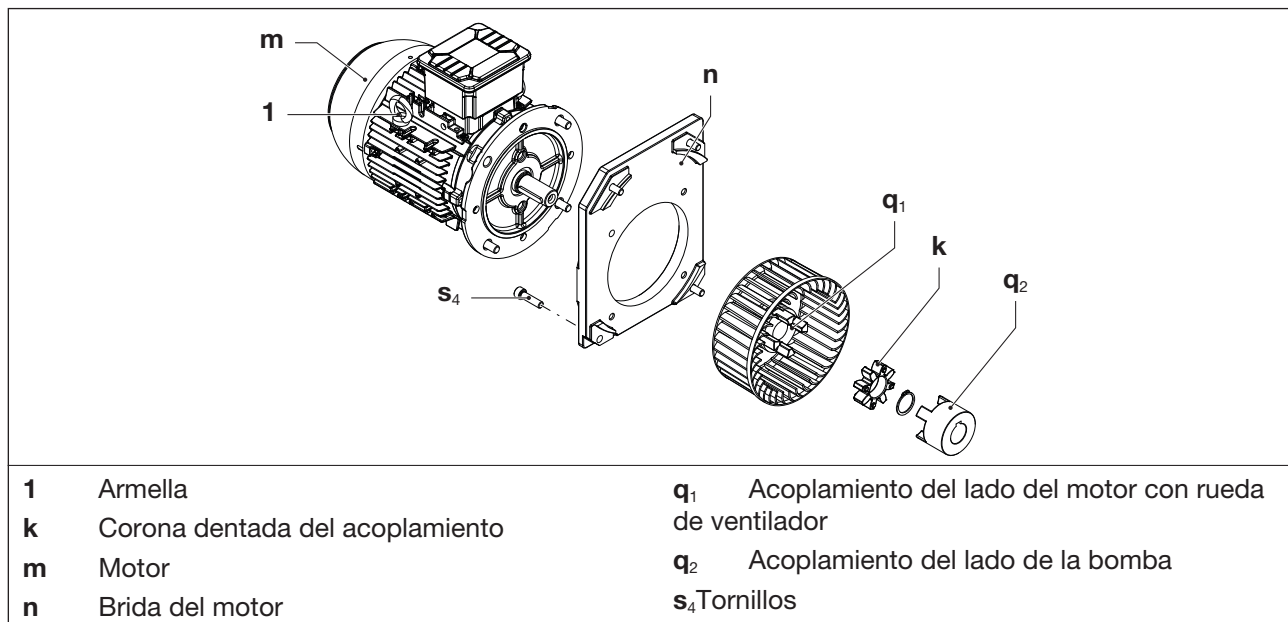

Fig. 9 Acoplamiento
La corona dentada del acoplamiento (Fig. 9/k) se desgasta. Recomendamos revisarla con regularidad (una vez al año).
- Apretar bien la armella (Fig. 9/1) en el motor (Fig. 9/m).
- d) Aflojar los tornillos (Fig. 9/s₄) en la brida del motor (Fig. 9/n).
- e) Extraer axialmente la brida del motor (Fig. 9/n) con el motor y su parte del acoplamiento (Fig. 9/q₁) y suspenderlo mediante el equipo de elevación.
- f) Comprobar la corona dentada (Fig. 9/k) en busca de daños y desgaste y, dado el caso, cambiarla.
- g) Comprobar asimismo si la rueda del ventilador del acoplamiento del lado del motor (Fig. 9/q₁) está dañada y sustituirla si es necesario.
- h) Volver a colocar axialmente el acoplamiento del lado del motor y la brida del motor con el motor y fijarlos a la bomba con los tornillos (Fig. 9/s₄). Par de apriete: 25 Nm